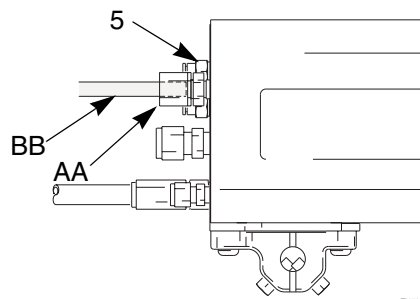

Fig. 10. Câble à fibres optiques
2. Ôter l'écrou (AA) du raccord à fibres optiques (5) et le faire coulisser par dessus l'extrémité du câble (BB). Voir Fig. 10.
3. Enfoncer le câble (BB) dans le raccord (5) jusqu'en butée. Serrer l'écrou (AA) pour fixer le câble.